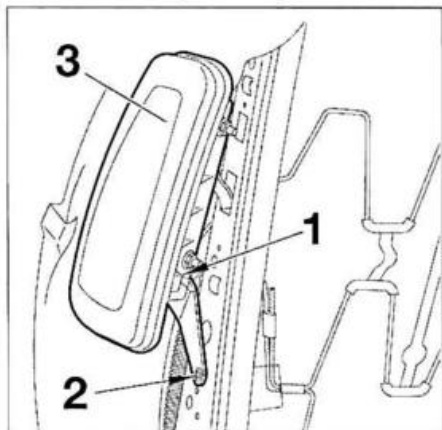

FIG. 4
- Desconectar el conector (1) (fig. 4)
- Con un broca de 6 mm, taladrar la cabeza del remache (2).
- Desmontar el airbag (3) del respaldo.